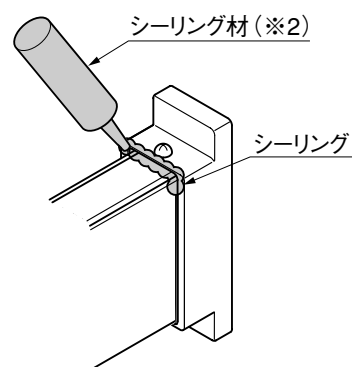

図5-3
- ③ 梁カバーを梁へはめ込み、梁端部カバーに[7]-②、[7]-①または、[8]-①、[8]-②で固定してください。(図5-3参照)